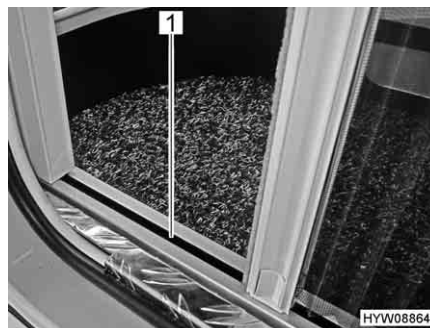

Fig. 53 Protezione contro gli insetti (guida inferiore)
- ▷ Durante l'apertura e la chiusura, afferrare la barra di presa con entrambe le mani. In questo modo è possibile limitare la possibilità che la protezione contro gli insetti si inceppi nelle guide (Fig. 53,1).